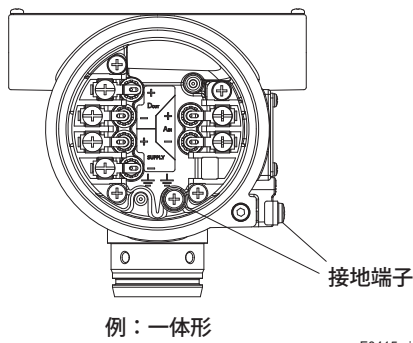

図 4.12 接地端子
- (2) 接地端子は図 4.12 に示すように内側と外側にそれぞれあり，どちらの端子を使用してもかまいません。
(3) 分離形の場合，検出器側を接地します。
(4) 接地用電線には 600V ビニル絶縁電線を使用します。